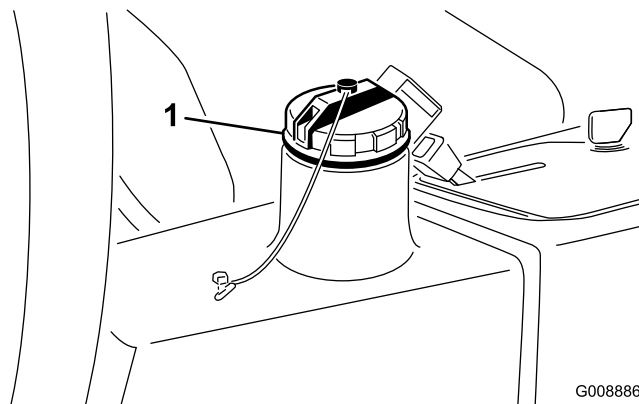

Figure 71
4. Remplissez le réservoir (Figure 71) d'environ 13,2 litres d'huile hydraulique (voir Contrôle du niveau de liquide hydraulique).